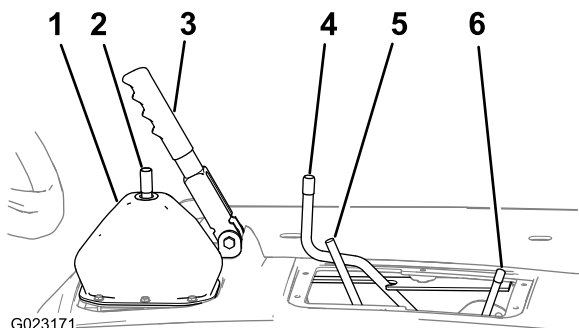

Figura 11
1. Certifique-se de que o travão de estacionamento está accionado (Figura 11).
2. Mova a barra do bloqueio do diferencial para a frente e para a direita para a fixar na posição de engatada (Figura 11).